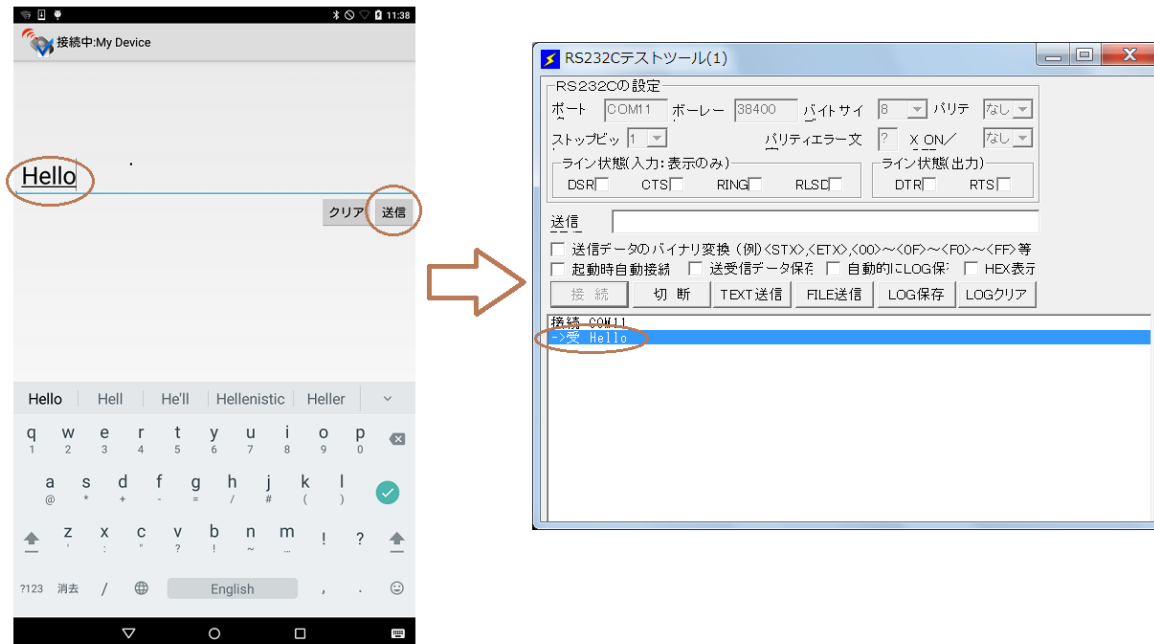

図 2-20 スマート端末→パソコン通信テスト
3. 図 2-20のように「Ars BLE-Test for Bharal」メイン画面にあるテキストメッセージに“Hello”を入力してから、「送信」ボタンをタップして、スマート端末から BLE モジュールに無線送信します。パソコン「Rs232cTool.exe」ウィンドウ下部コンソールに“->受 Hello”のようなメッセージが表示され、スマート端末→パソコン通信成功を示します。